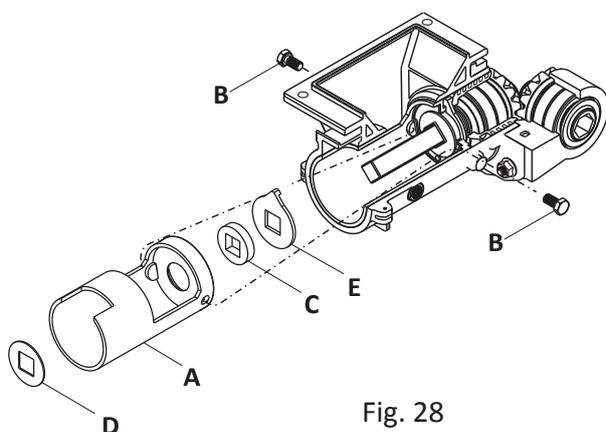
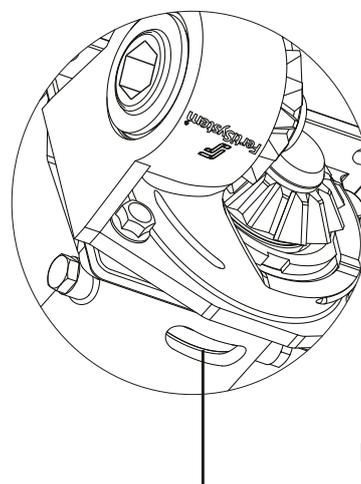

Fig. 28
Fig. 29
Ao final da safra, verifique o Revestimento (A), Fig. 28. Se o mesmo apresentar desgaste excessivo, substitua-o, afrouxando e retirando os parafusos (B). Verifique se o desgaste ocorreu também no Feltro (C), Arruela Quadrada Inox (D) e na Arruela Limpeza (E). Desgaste excessivo é verificado quando ocorrer a saída de adubo em grande quantidade pelo orifício de descarga autolimpante, Fig. 29, localizado na face inferior do Corpo Principal NG.
Ao verificar a saída anormal do fertilizante, através do orifício de descarga (fig.29), proceda a substituição dos elementos de vedação (C,D,E), Fig. 28. Caso não ocorrer a substituição, poderá afetar a mancalização e os rolamentos, comprometendo a funcionalidade do dosador. Nunca obstrua o orifício de descarga autolimpante.